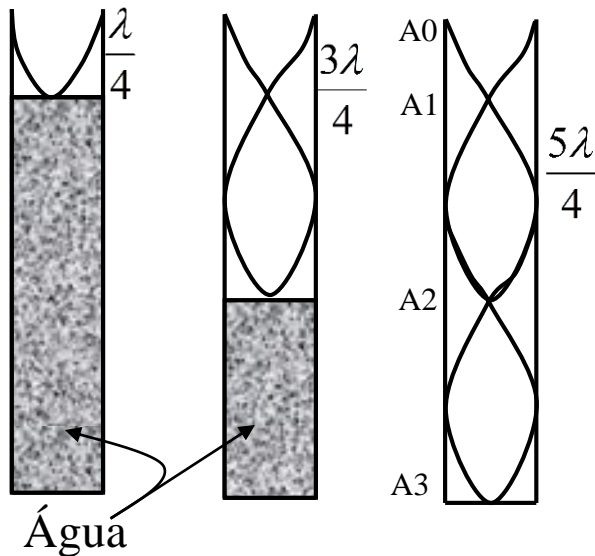

Figura 1 – Representação de ondas estacionárias em um tubo com uma extremidade fechada por um embolo móvel.
Já foi vista a criação de ondas estacionárias em uma corda vibrante, como conseguir esta condição em um tubo? Neste experimento, vamos considerar um tubo de comprimento L e raio R . Se neste tubo confinarmos ondas mecânicas existirão reflexões nas extremidades e, assim, aparecem ondas que se propagam em sentidos contrários. A sobreposição destas ondas, dependendo das dimensões do tubo em relação ao comprimento de onda da radiação incidente, cria uma onda estacionária. O comportamento desta onda estacionária vai depender então das condições de contorno do problema. No caso da corda que tinha as extremidades fixas ficava imposto que nestas extremidades o deslocamento era nulo e, assim, a existência de nós. Para o tubo a extremidade aberta corresponde a um nó de pressão (ventre ou antinodo de deslocamento) e a extremidade fechada corresponde a um nó de deslocamento (ventre de pressão). Desta forma, em tubos existem certas frequências para as quais a sobreposição provoca onda estacionária. No caso de um tubo com uma extremidade fechada e outra aberta teremos as ressonâncias descritas na Figura 1. A extremidade aberta corresponde a um antinodo e a extremidade fechada a um nodo de deslocamento. Assim, o comprimento efetivo L de um tubo sonoro corresponde a:
Neste experimento usaremos um tubo como o da Figura 1 para determinarmos a velocidade do som no ar e a frequência de vibração de um diapasão desconhecido.
- a) Deixe o embolo posicionada no início do tubo (próximo ao microfone). Coloque uma frequência de aproximadamente 300 Hz. Usando o fone de ouvido, desloque o embolo lentamente e identifique o primeiro máximo de intensidade sonora (A1). Continue deslocando o embolo e identifique todas as posições de máxima intensidade sonora (ressonância) possíveis (A2, ...,An) ao longo de tubo. Marque essas posições no tubo com o giz e, com o uso de uma trena, registre esses comprimentos (A0A1, A1A2, ...etc) e sua frequência correspondente no gerador, em uma tabela. Considere a posição A0 a extremidade do tubo (veja figura 1);